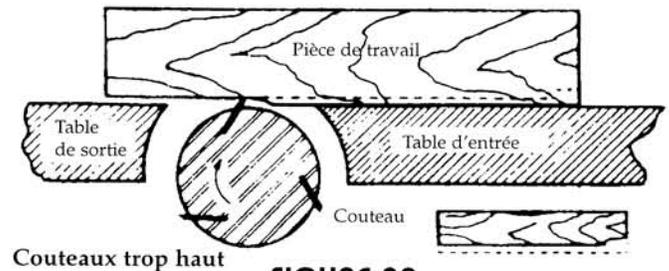

FIGURE 28
9. Si les couteaux sont ajustés trop haut, la pièce de travail sera gouagée au bout de la coupe, tel qu'illustré à la Fig. 28.